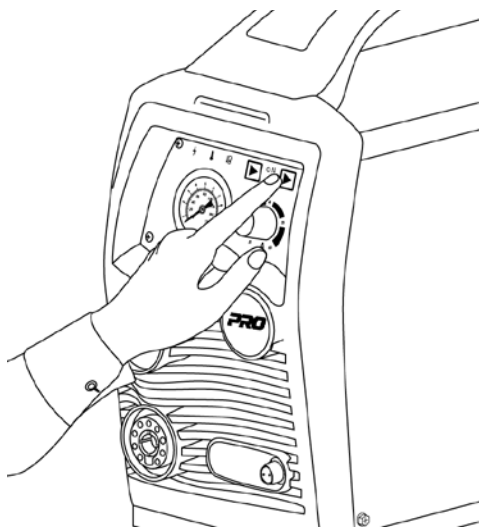

Рис. 8.11. Проверка рабочего давления.
**3.** Проверьте рабочее давление (См. рис. 8.11). Нажмите на кнопку плазмотрона: пойдет подача сжатого воздуха без образования дежурной дуги (См. рис. 8.12).